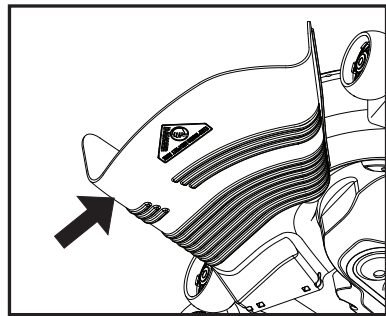

Fig. 10
**ATTENTION:** N'utilisez pas la tondeuse sans le déflecteur ou sans le ramasse-herbe s'il y a lieu (Voir La Fig. 10).